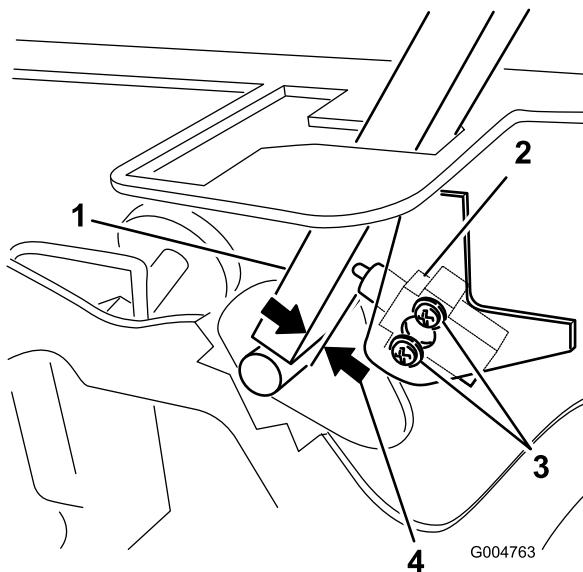

Рисунок 39
- Ослабьте 2 винта крепления блокировочного выключателя (Рисунок 39).
- Удерживая рычаг управления прижатым к раме, переместите выключатель в направлении рычага так, чтобы расстояние между рычагом и корпусом выключателя составляло 0,4–1 мм, как показано на Рисунок 39.